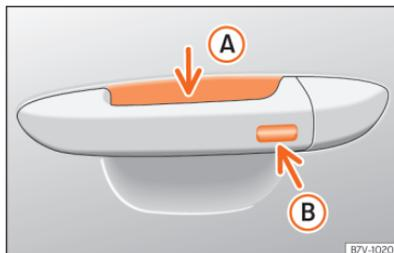

Fig. 49 Manípulo da porta: superfícies sensoras.
»» **Fig. 49**
- Toque na superfície sensora »» **Fig. 49 B** situada no lado exterior do manípulo da porta. Todos os indicadores de direção piscam uma vez.
- Antes de passarem 5 segundos, toque uma vez no sensor do lado exterior do manípulo da porta »» **Fig. 49 B**. Ao fazê-la, não agarre o manípulo. O sistema Keyless Access fica desativado temporariamente.
Para **fechar com a função de conforto** todas as janelas elétricas e o teto de vidro, mantenha um dedo durante uns segundos sobre a superfície sensora de bloqueio »» **Fig. 49 B** do manípulo da porta até que as janelas e o teto se tenham fechado.